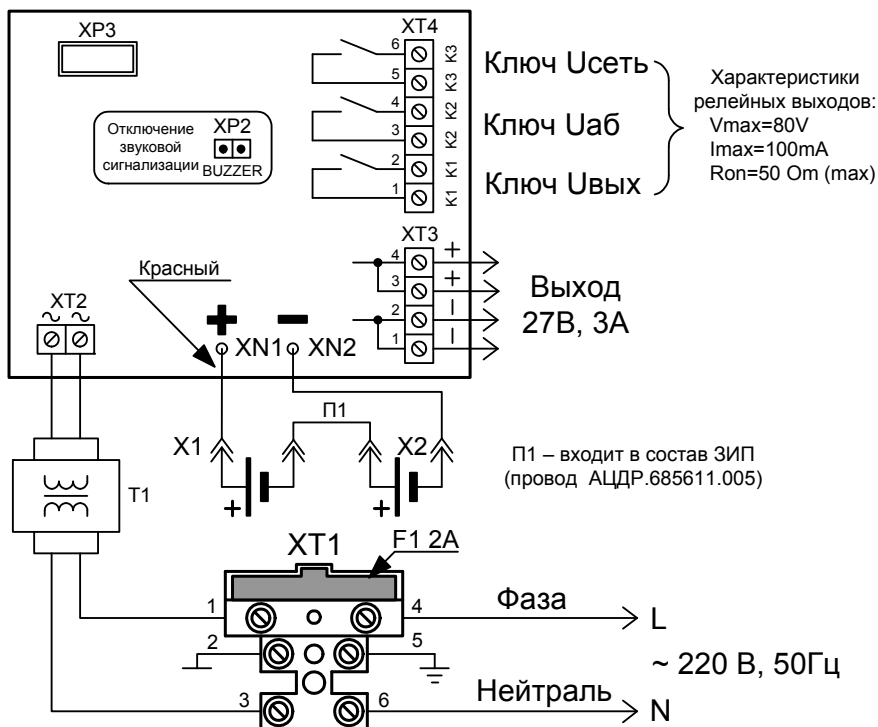

Рисунок 1 Схема подключения РИП
1.2.15 РИП обеспечивает возможность отключения звуковой сигнализации путём снятия переключки с разъёма ХР2 (расположение разъёма показано на Рис. 1).
Внимание! При подключении внешнего питающего напряжения 220 В к сетевой колодке необходимо соблюдать правильность подключения проводов «фаза» и «нейтраль». Подключение производить в соответствии с рисунком, расположенным на внутренней стороне корпуса или в соответствии с Рис. 1 данной этикетки.
- подключить нагрузку к выходной клеммной колодке, соблюдая полярность (ХТЗ/1,2 – «-», ХТЗ/3,4 – «+», см. Рис. 1).
ж) При необходимости организации дистанционной сигнализации наличия сетевого напряжения, выходного напряжения и напряжения батареи подключить выходы оптореле К1, К2 и К3 к шлейфам сигнализации приборов согласно Рис. 1. Состояния цепей оптореле приведены в Таблице 1.